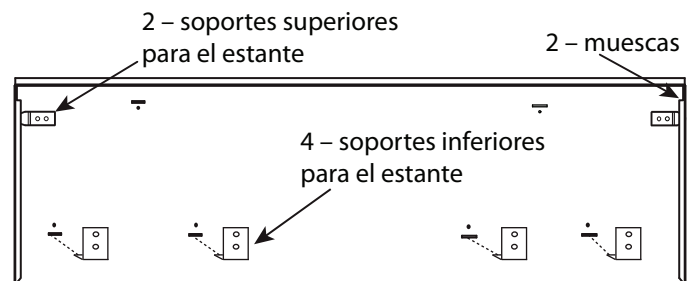

Figura 18: 48 Pulg Dorso de la placa mural
5. Instale la placa mural colocando las muescas de las esquinas (dorso de la placa mural) encima de los dos soportes superiores del estante. Deslice el accesorio del estante hacia arriba hasta que la parte inferior se enganche en los soportes inferiores (Figura 18).